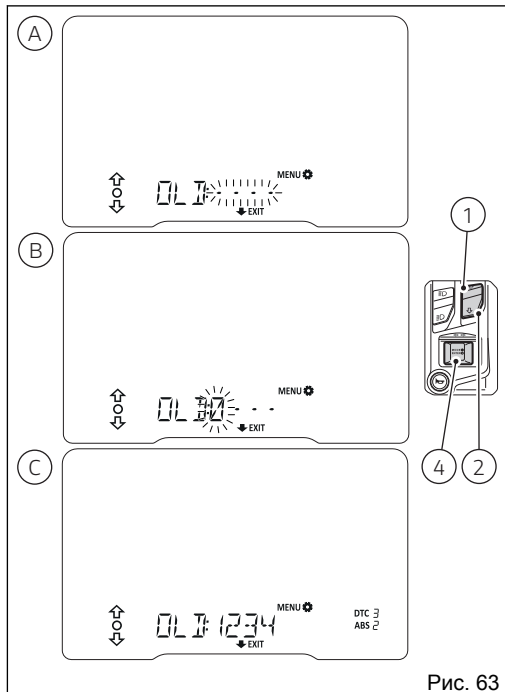

Рис. 63
При нажатии кнопки (4) для подтверждения четвертой и последней цифры (С, Рис. 63) на приборной панели будет отображаться:
- Надпись «WRONG» в течение 2 секунд, если PIN-код неправильный; после этого происходит выход из функции изменения PIN-кода. Затем можно выбрать и снова ввести старый код (А,Рис. 63).(Рис. 63)